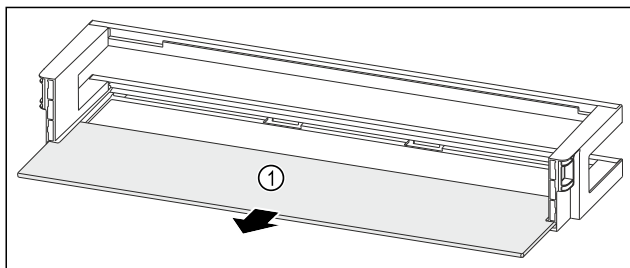

Fig. 259 Лотки на дверцятах з полицею
- ▶ Дістаньте полицю Fig. 259 (1).